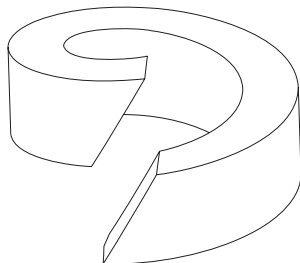

Рис. 6: Сальниковое кольцо
- при резке сальникового уплотнения от шнура проследите за тем, чтобы разрез был косым (см. рис. Рис. 6).